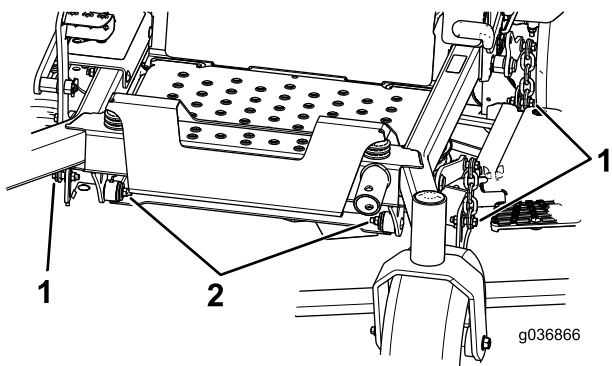

Figure 100
7. Enlevez et conservez les boulons et écrous de chaque côté de la machine (Figure 100).